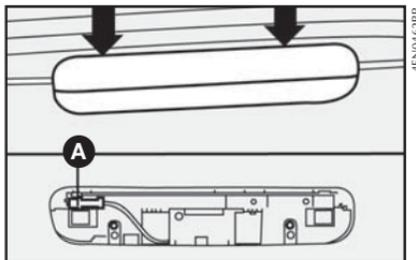

fig. 29
1) empujar, con la ayuda de un destornillador, en los puntos indicados **fig. 29**;